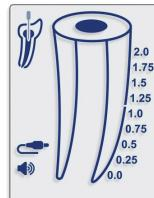

Fig. 4
- 5.4.7. Enchufe el cable de medición en el dispositivo y compruebe que aparezca en pantalla el ícono del cable (Fig. 4).